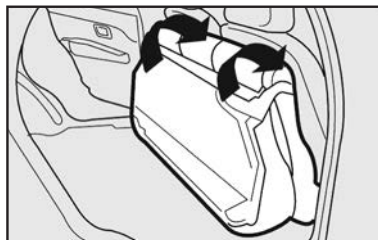

fig. 119
5) Em seguida, rebater o banco traseiro inteiro para a frente de maneira a obter uma única superfície de carga **fig. 119**.
Para repor o banco na posição normal - fig. 119: